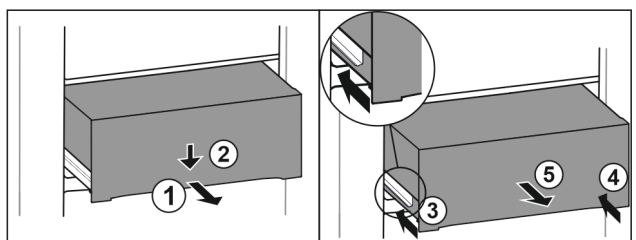

Fig. 82
- ▶ Estrarre il cassetto a metà. Fig. 82 (1)
- ▶ Premere il cassetto sul lato anteriore verso il basso. Fig. 82 (2)
- ▶ Spingere la guida sinistra di circa 2 cm verso l'interno. Fig. 82 (3)
- ▶ Spingere la guida destra di circa 2 cm verso l'interno. Fig. 82 (4)
- ▶ Rimuovere il cassetto tirandolo in avanti. Fig. 82 (5)